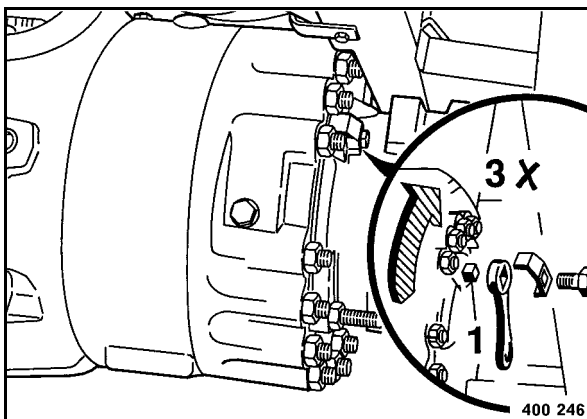

Fig. 163
- Para ajustar el juego hay que girar el cuadrado 1 (Fig. 163) tres vueltas hacia atrás en el sentido de las agujas del reloj.